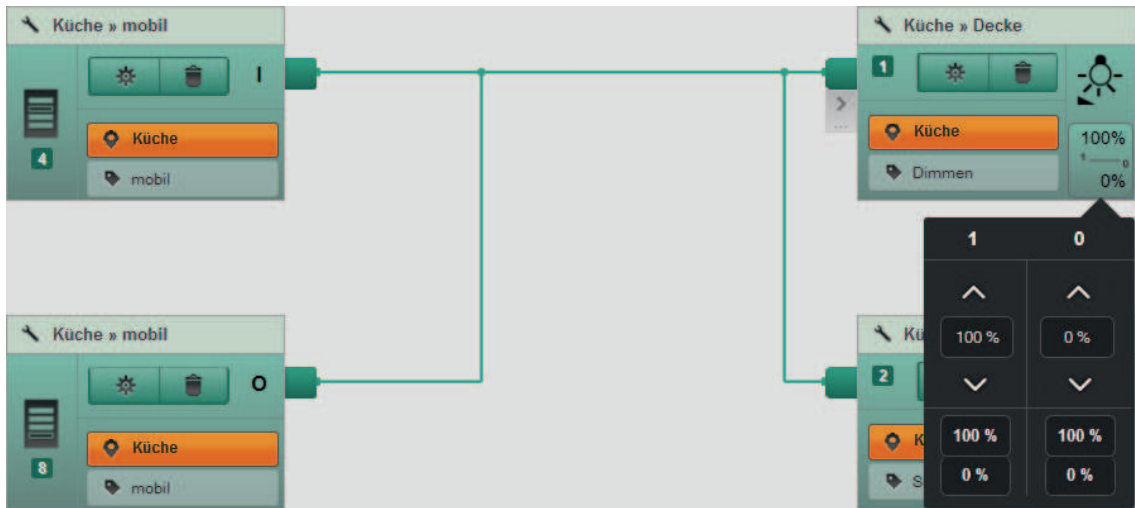

Bild 57: Aktorwerte für Alles-Ein/-Aus zuweisen
- Auf die Erweiterung der Geräteachel des Aktors klicken und Werte für Alles-Ein (**1**) und Alles-Aus (**0**) einstellen (Bild 57).